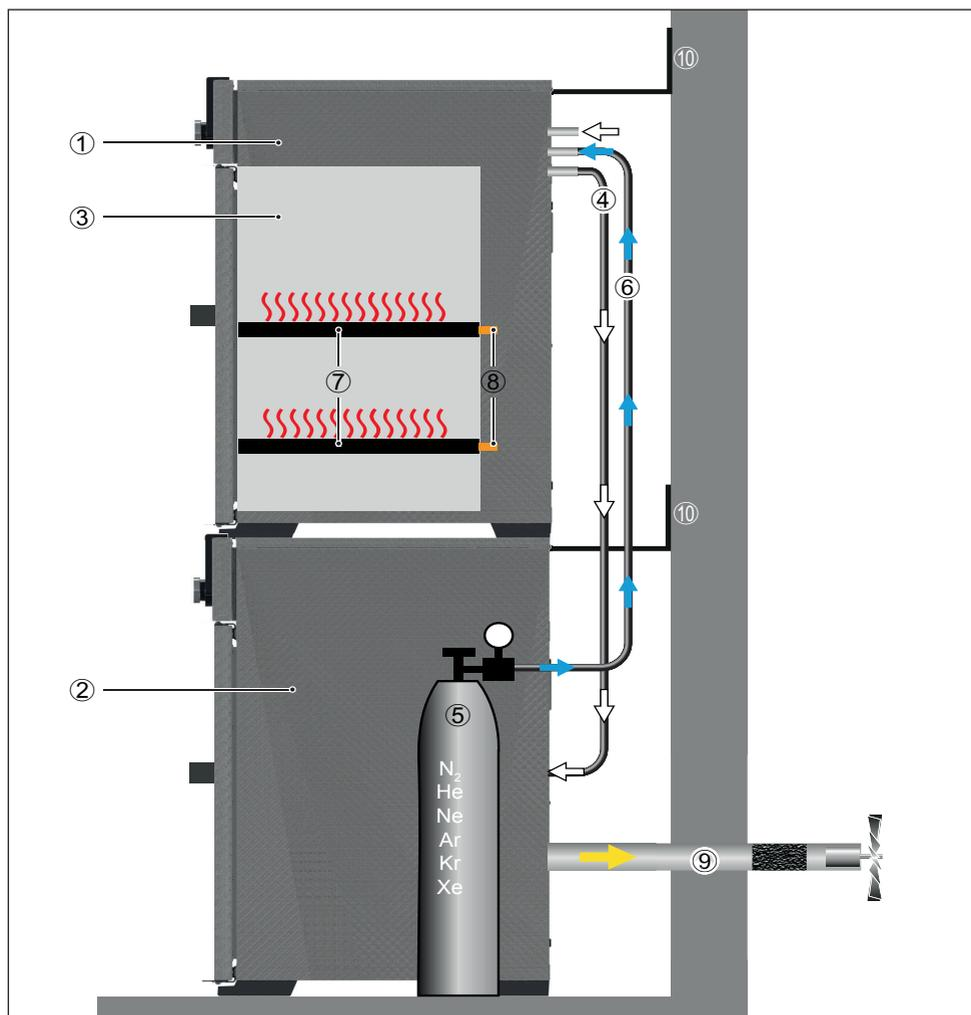

Fig. 3 Funcionamiento de las estufas de vacío VO junto con un módulo de bombeo
Los equipos de la serie VO (Fig. 3 ①), junto con un módulo de bombeo ② de Memmert o con otra bomba de vacío adecuada, pueden crear una presión negativa en la cámara de trabajo ③. A través de la entrada de vacío en la parte posterior del equipo ④ se evacúa la cámara de trabajo a través de la bomba.